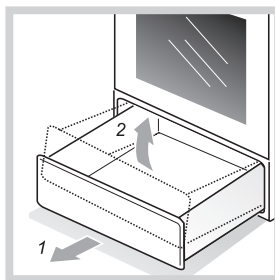

Рис. 9
- Как достать ящик, показано на рис. 9.